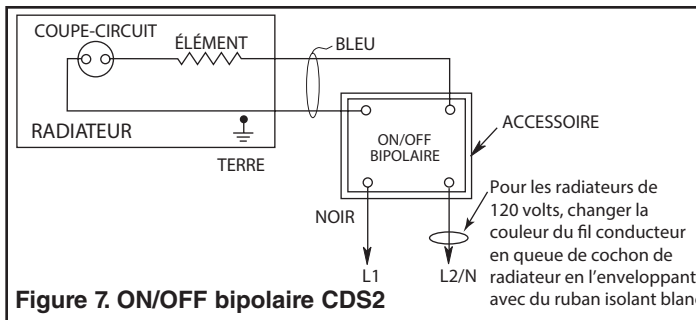

Figure 7. ON/OFF bipolaire CDS2
6. Raccordez l'accessoire selon le schéma de câblage approprié (voir la figure 7).